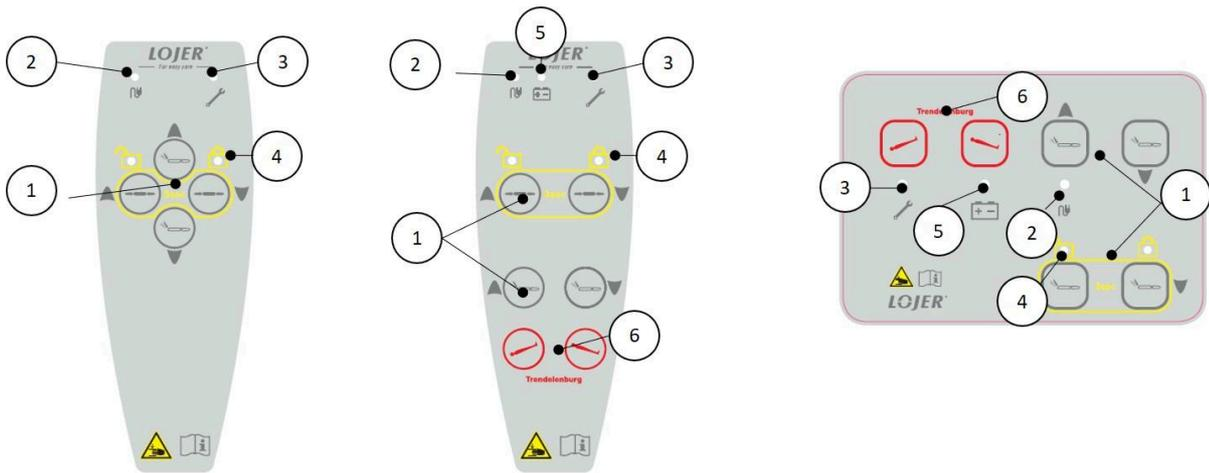

Figura 2.1: Comandi manuali e comando ICP per 4020XB (comando ICP solo con modello antimicrobico)
Il lettino può essere dotato di batteria (la batteria è sempre inclusa con il Trendelenburg optional). La batteria deve essere utilizzata solo temporaneamente, ad esempio in caso d'interruzione della corrente. L'indicatore a LED della batteria (Figura 2.1 (5)) è acceso quando il dispositivo è utilizzato a batteria. Durante la ricarica, gli indicatori a LED lampeggiano lentamente (Figura 2.1 (2 & 5)). È necessario collegare il dispositivo alla rete elettrica quando l'indicatore a LED della batteria lampeggia e risuona un segnale acustico durante le regolazioni.